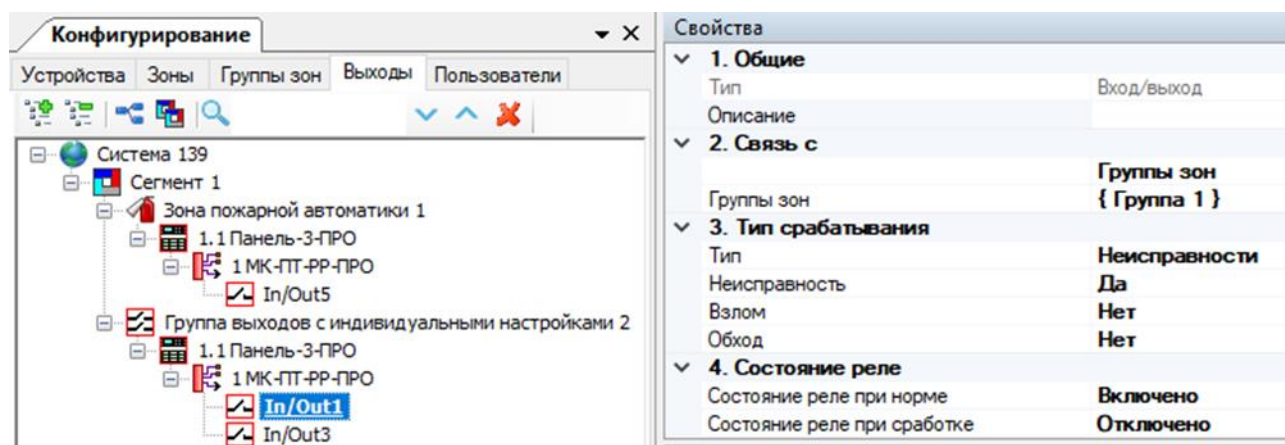

Рис. 44
- 2) Настроить сработку выхода 1 (Неисправность) по неисправности в выбранной зоне или группе зон (в которых находятся устройства, неисправность которых необходимо контролировать на Панели-ПТ) (см. рис. 44).